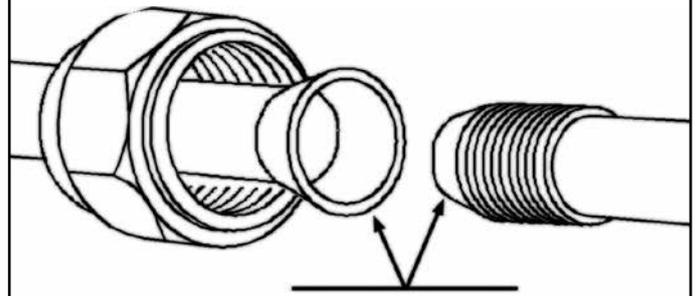

Fig. 4
E) Fissaggio del collegamento (Fig. 4)